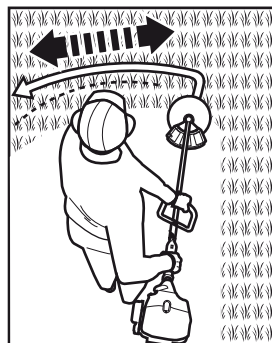

Fig. 22
- > Passez l'appareil en mouvements lents et réguliers, en décrivant un arc de cercle de gauche à droite, et ramenez l'appareil à sa position de départ avant de passer à la zone suivante (Fig. 22).